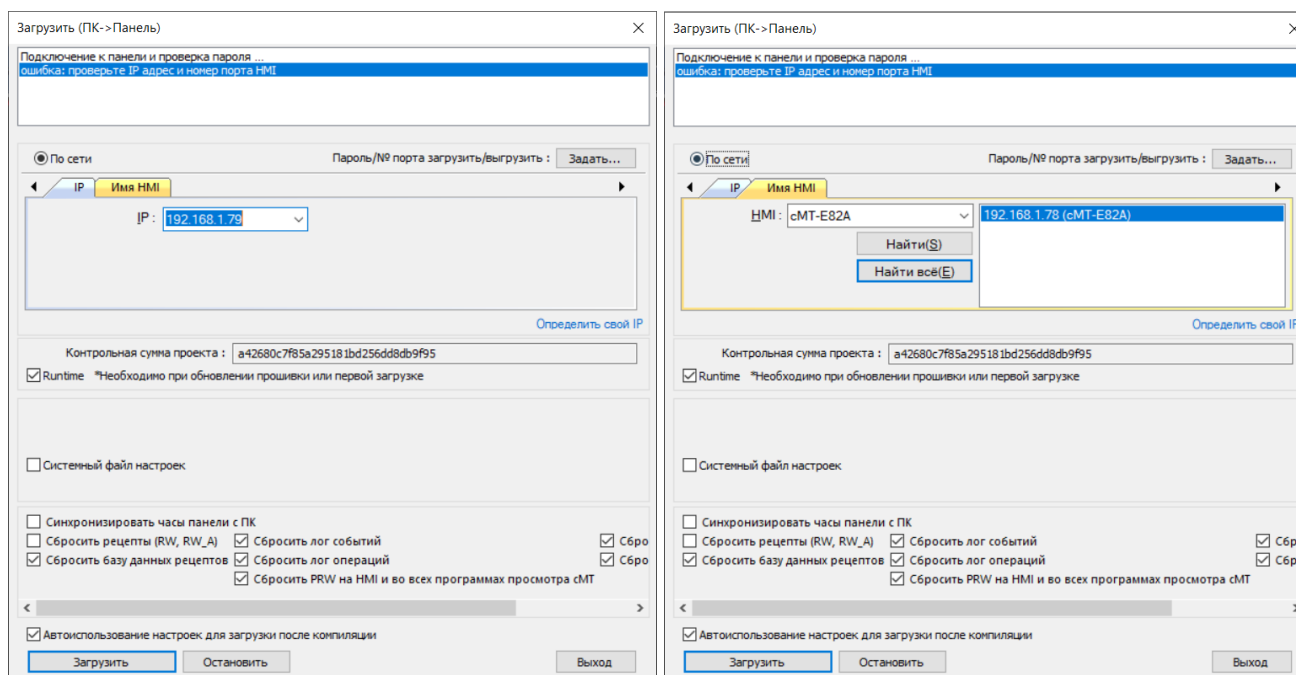

Рисунок 4.22 – Окно «Загрузить (ПК->Панель)»
3. Перейти на вкладку «Проект» – кнопка «Загрузить (ПК->Панель)» (рисунок 4.22).
4. Произвести подключение к панели оператора, введя IP-адрес порта LAN 2 («Ethernet 2»), в поле «IP:». Альтернативным вариантом подключения к панели оператора является подключение с использованием имени панели. Для этого необходимо перейти на вкладку «Имя HMI» и нажать кнопку «Найти всё» и если панель оператора находится в той же подсети, что и АРМ администратора, то справа будут видны найденные панели (рисунок 4.22, справа). Начать загрузку прикладного ПО на панель оператора можно нажав кнопку «Загрузить».